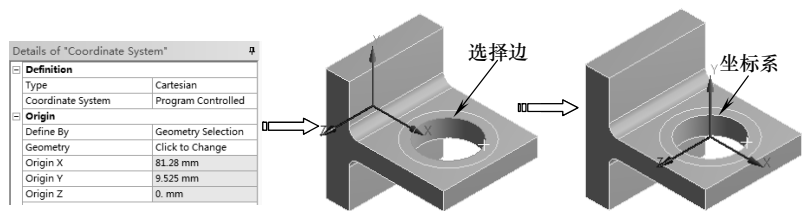

图 4-13 Geometry Selection (几何选择)
- ✧ Geometry Selection（几何选择）：在窗口中选择几何元素定义坐标原点，如图 4-13 所示。坐标系原点的位置与所选几何关联，其位置随几何模型改变而改变。